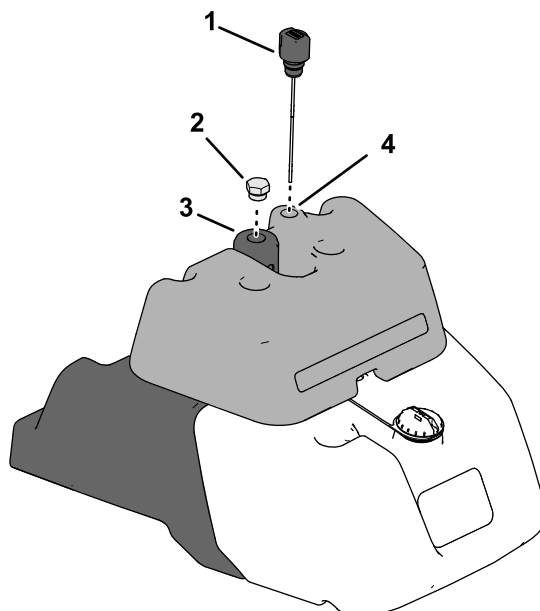

図 43
2. リークディテクタのタンク上部にある油圧オイル用ディップスティックで、油圧オイルの量を点検する 図 43。